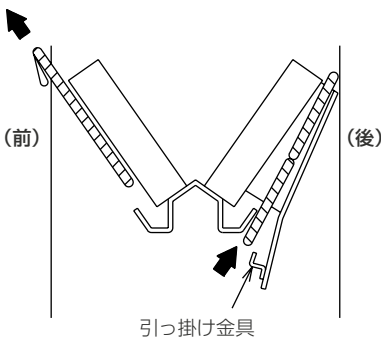
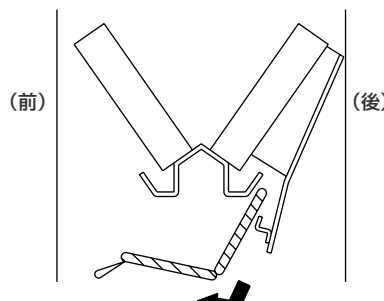

図3
図4
- ③標準フィルター（前）を斜め上方に引き出してください。…図3
- ④標準フィルター（後）は一旦上方に押し上げ、フィルターをレール引っ掛け金具からはずした後、斜め下方に引き出しフィルター中央部で折り曲げ、手前に引き出してください…図3、図4
- ⑥フィルターの取手の向きに注意してフィルター①、②を標準フィルターを取外した時と逆の手順で取付けてください。…図3、図4